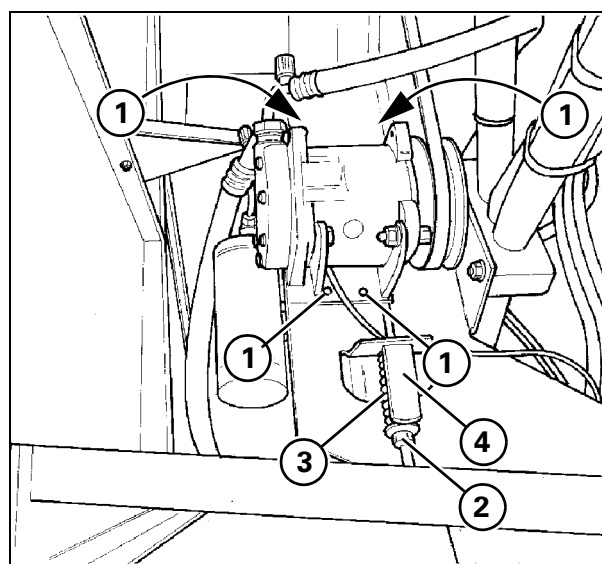

Рис. 4
**3.) Приводной ремень компрессора кабины** Рис. 4